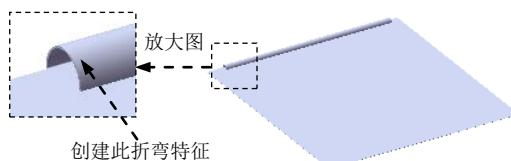
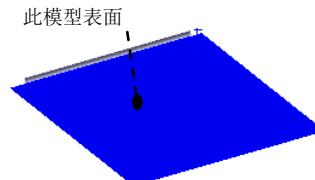

图 17.12.17 创建绘制的折弯 1
图 17.12.18 定义草图平面
Step4. 创建图 17.12.17 所示的钣金特征——绘制的折弯 1。
(1) 选择命令。选择下拉菜单**插入(I)** \rightarrow **钣金(B)** \rightarrow **绘制的折弯(S)...** 命令。
(2) 定义草图平面。选取图 17.12.18 所示的模型表面为草图平面。